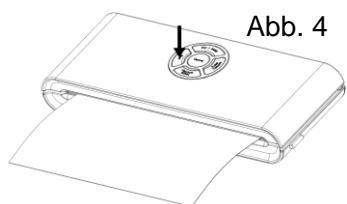

Abb. 4
5. Drücken Sie die Taste „Schweißen“, um den Rand des Beutels zu verschweißen (**Abb. 4**).
7. Das Verpacken mit Vakuum ist abgeschlossen. Drücken Sie gleichzeitig die beiden Entriegelungstasten der Deckelklappe, um diese zu entriegeln und entfernen Sie den geschweißten Beutel aus dem Gerät (**Abb. 4**).